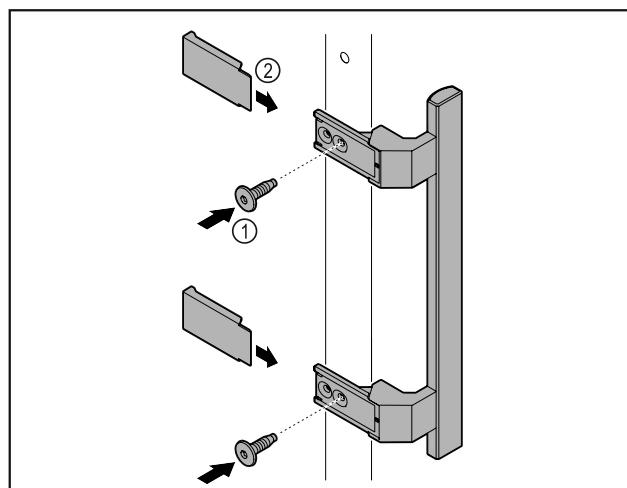

Fig. 7
- Pritvirtinkite rankeną iš priedų pridedamais varžtais Fig. 7 (1) prie durų.
- Uždėkite dengiamają plokštę Fig. 7 (2).